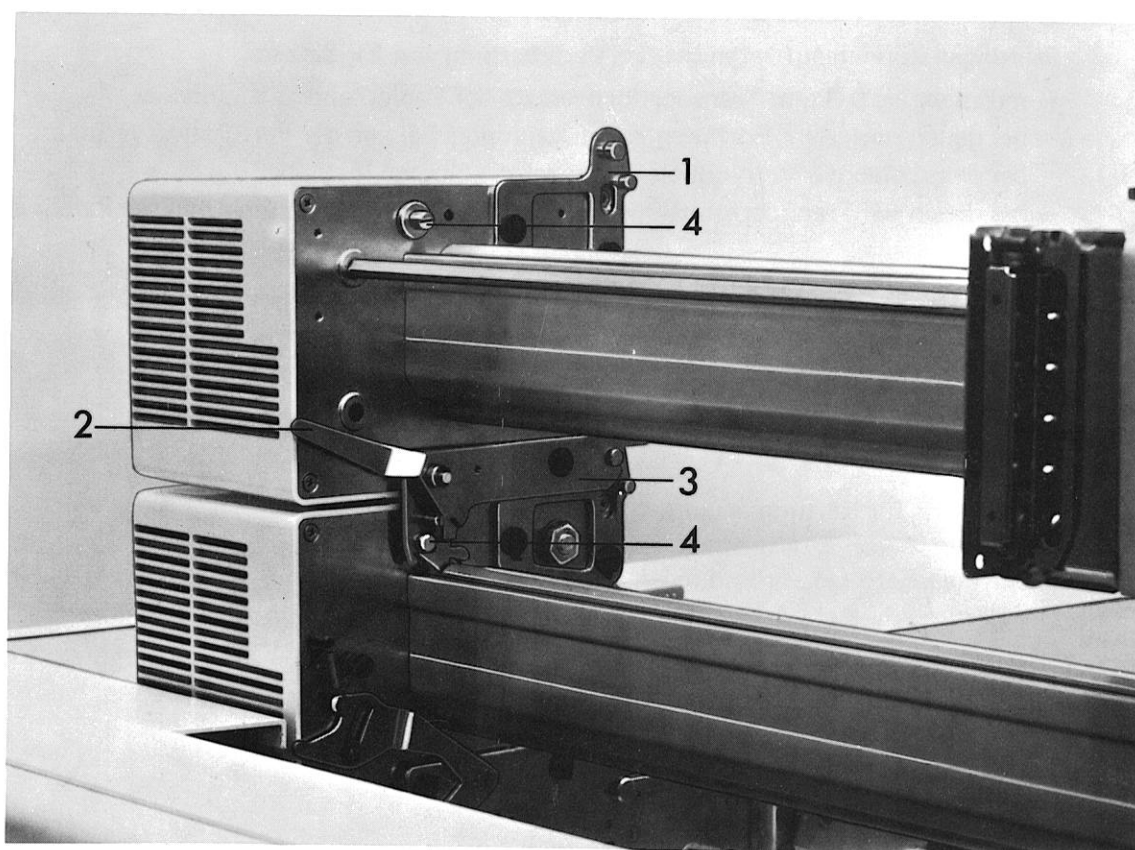

Abb. 13 EFE, Befestigungselemente
Oberhalb jeder EFE, auch an der MKE und am Maschinentisch, sind Lagerplatten (1) Abb. 13 angebracht, auf welche eine EFE aufgesetzt werden kann.
Beim Aufsetzen der EFE rastet der Lagerwinkel (3) Abb. 13 beidseitig in diese Lagerplatten ein.
Die Bedienungselemente sind aus Abb. 13 ersichtlich.